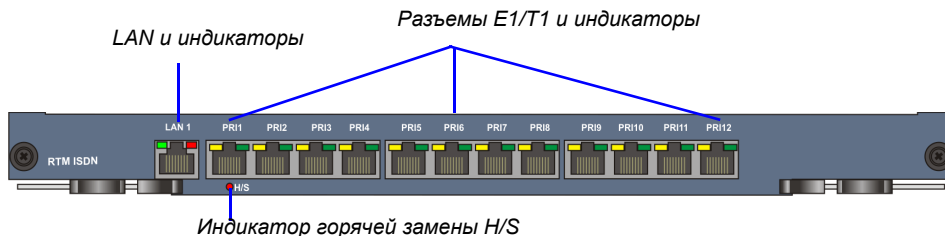

Рис. 1-12 Компоновка задней панели RMX 4000RTM ISDN
- В любой из 12 разъемов можно подключить 7 линий E1 или 9 линий T1 PRI, как показано на Рис. 1-12.